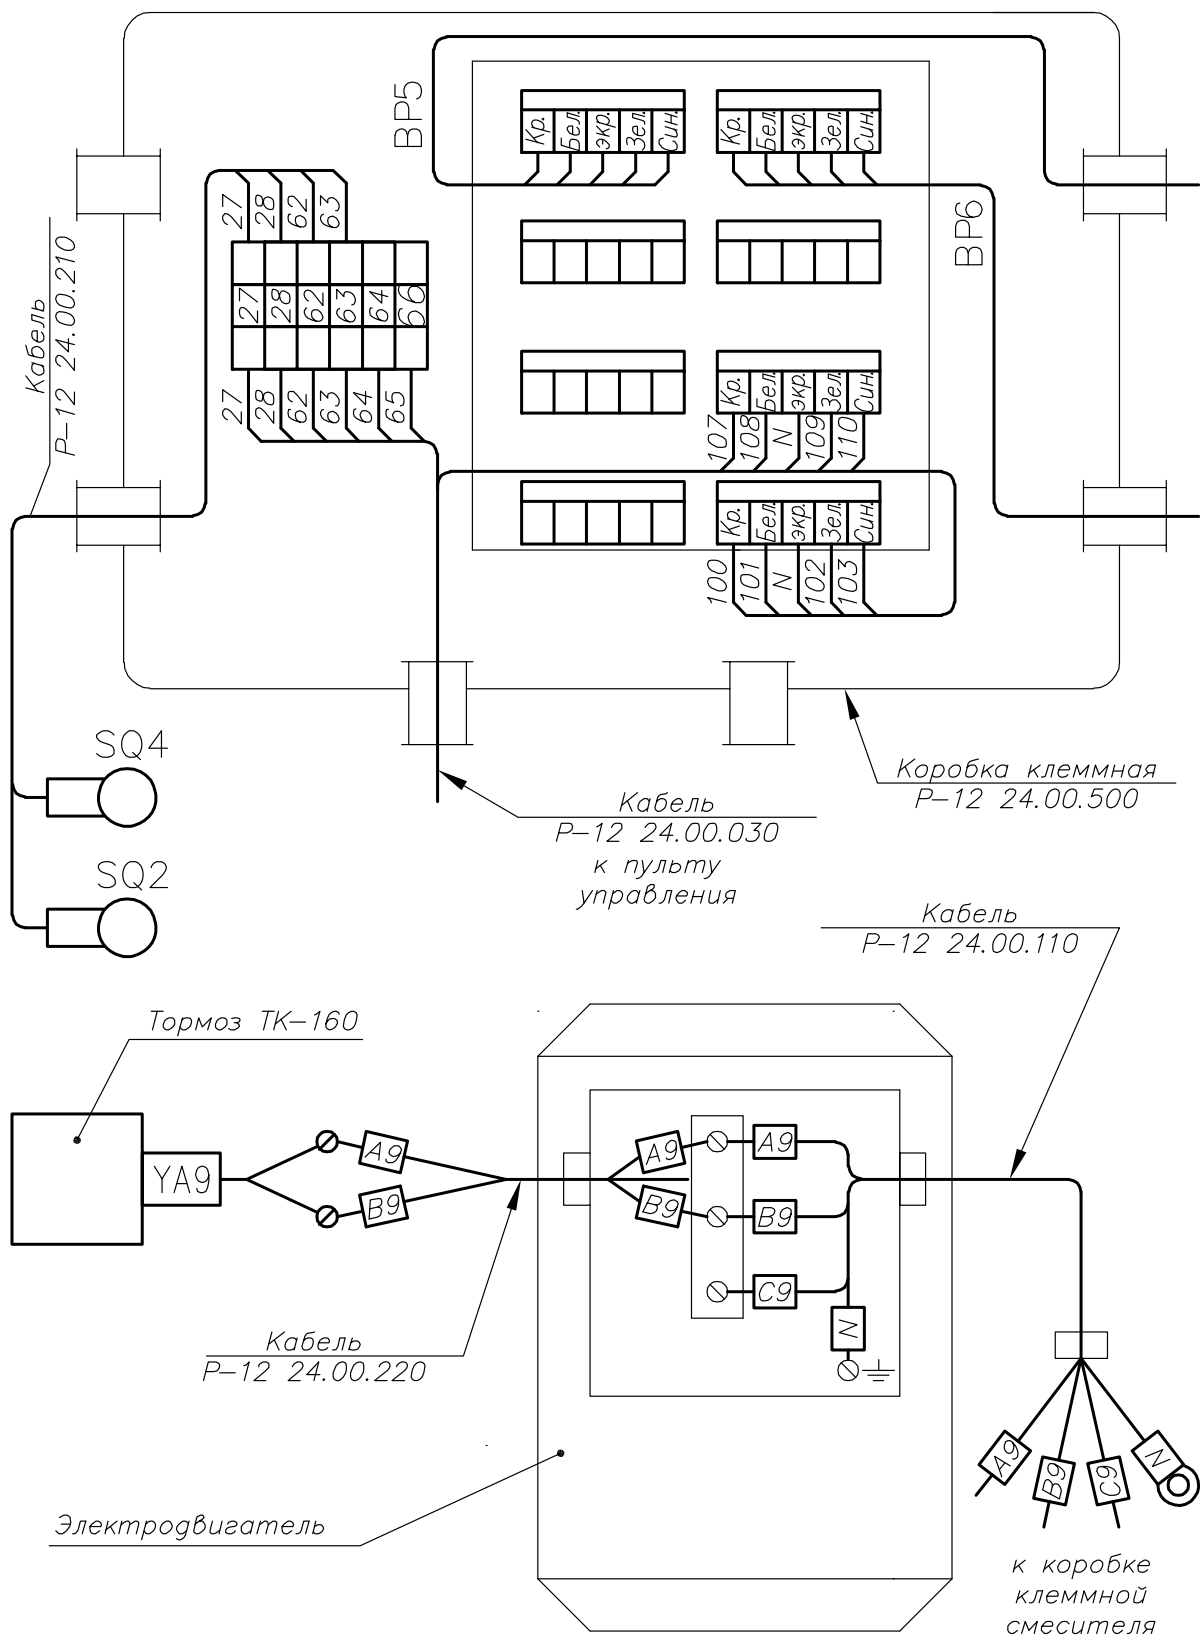

Рис. 3. Схема соединений.
В состав электрооборудования подъемника входят электродвигатель распределительная коробка, два датчика положения, электромагнитный тормоз. Подключение элементов электрооборудования производить согласно схемам электрической подключения (Рис. 3), перечень элементов к данной схеме приведен в таблице 1.
4.7. Монтаж электросхемы производится в соответствие с общей схемой комплекса и схемой соединений, см. рис. 3.